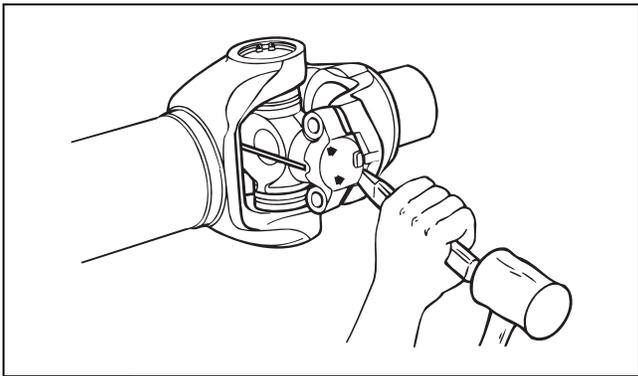

Figura 3
6. Si es necesario, golpee el buje de ala desde el yugo en el extremo. Figura 3.